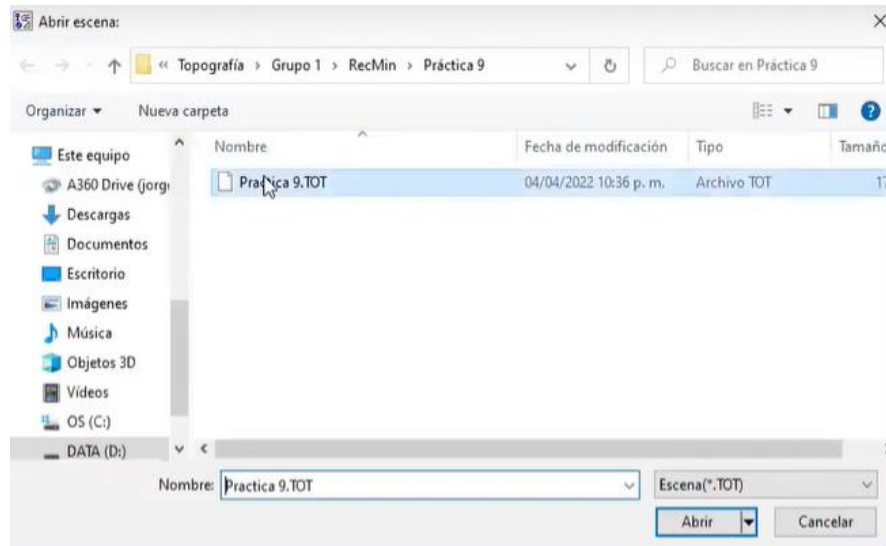

Figura 494. Abrir archivo.
67. En la nueva ventana, abrir la escena correspondiente a la práctica anterior. Figura 494.